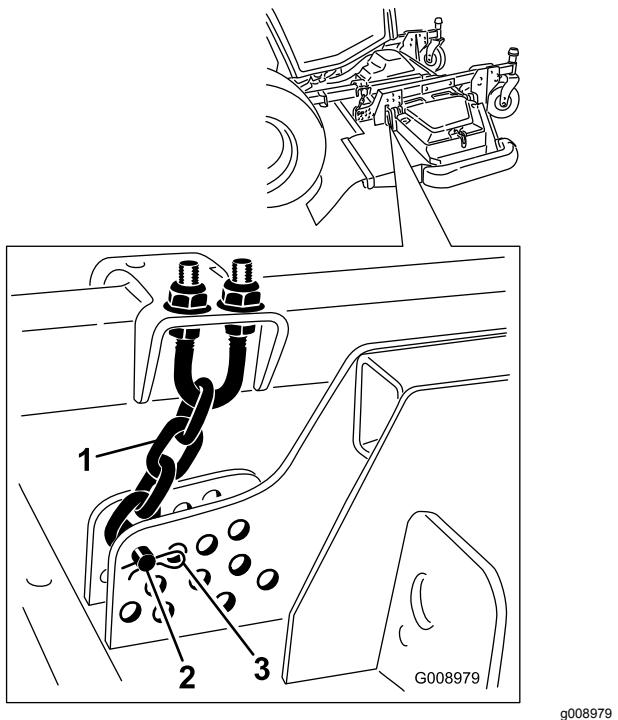

Рисунок 18
9. Снимите шплинт и шплинтующий штифт, которые крепят цепи регулировки высоты скашивания к задней части деки газонокосилки (Рисунок 18).